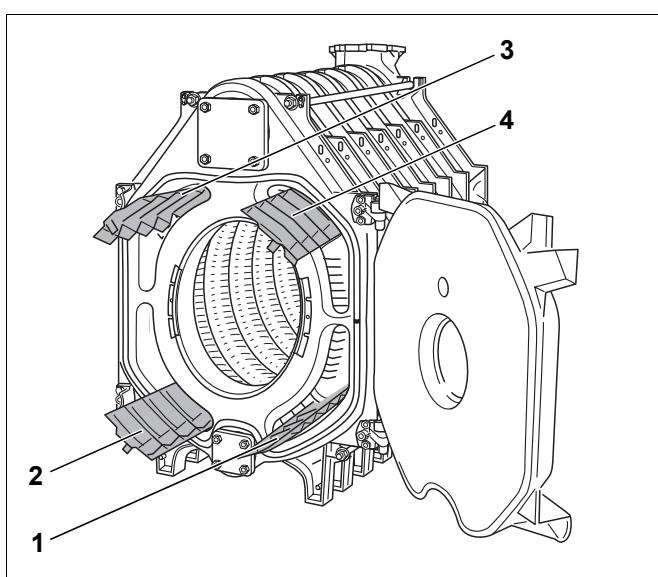

Fig. 34 Turbolatori
- ▶ Togliere i turbolatori dalla scatola degli accessori ed inserirli nei tiraggi in modo conforme alla scritta in rilievo (→ fig. 34 e la tabella sottostante).